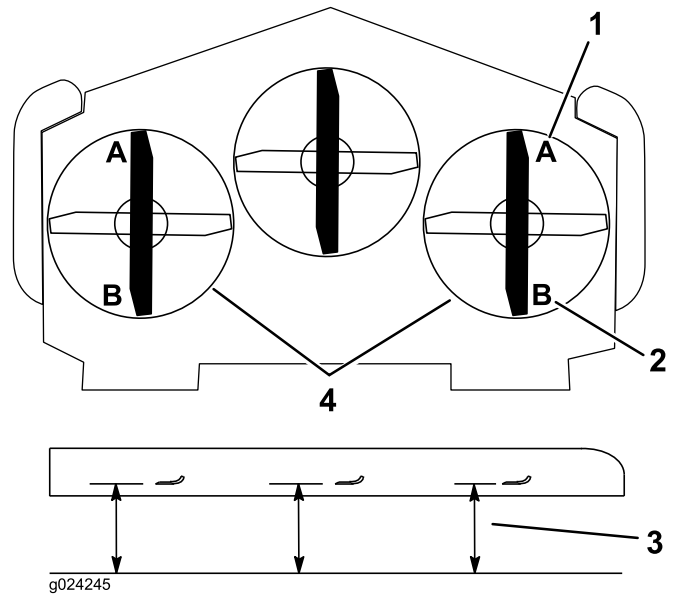

Figura 83
- 8. En ambos lados de la carcasa, mida desde la superficie nivelada hasta la punta delantera de la cuchilla (Posición A) (Figura 83).
Nota: La distancia debe ser de 76 mm; consulte Figura 83.
14. En ambos lados de la carcasa, mida desde la superficie nivelada hasta la punta trasera de la cuchilla (Posición B). Asegúrese de que la distancia es de 8,3 cm (Figura 83).